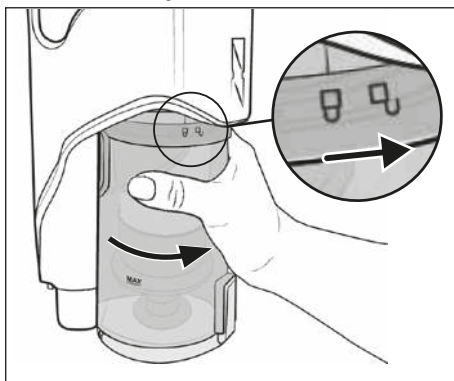

Fig. 23
- 8) Reinserire il contenitore della polvere **7** nell'apparecchio e ruotarlo in direzione del simbolo  (chiudere) fino ad innestarlo saldamente nell'apparecchio (vedere fig. 23).